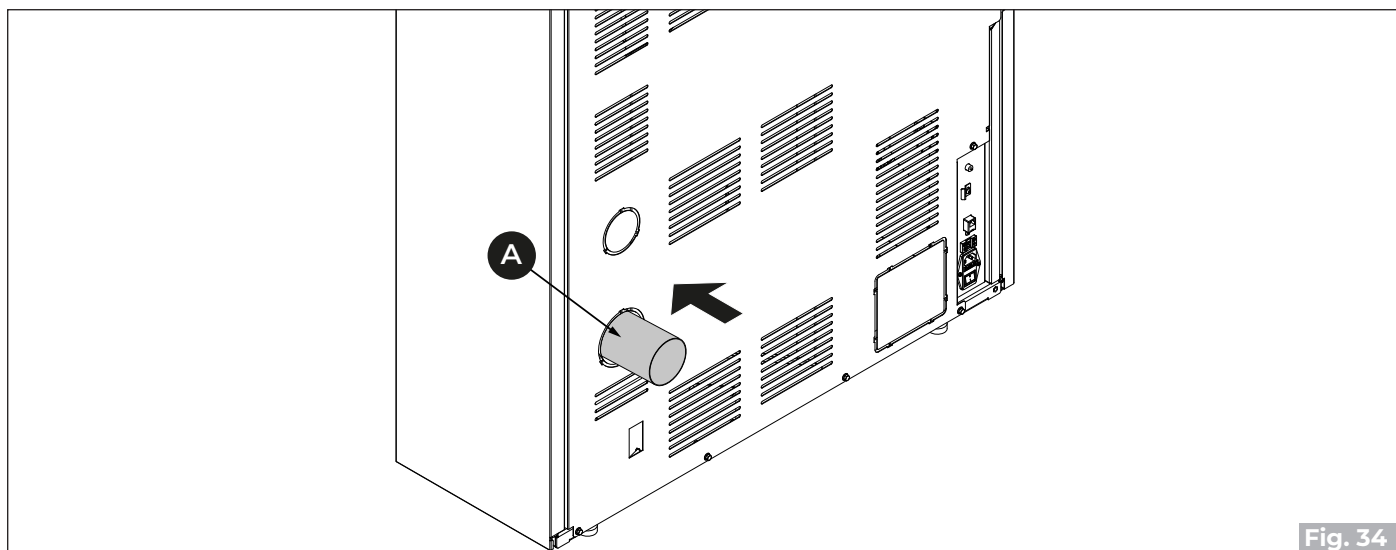

Fig. 34
- Conectar el tubo de salida humos **(A)** ("Fig. 34")